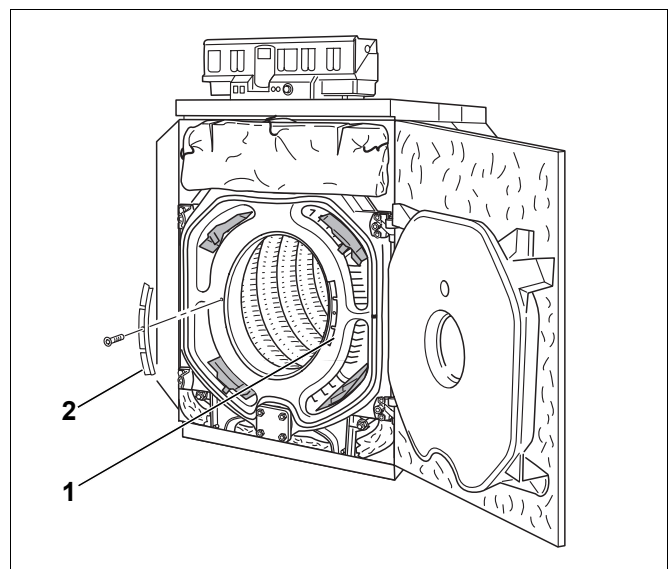
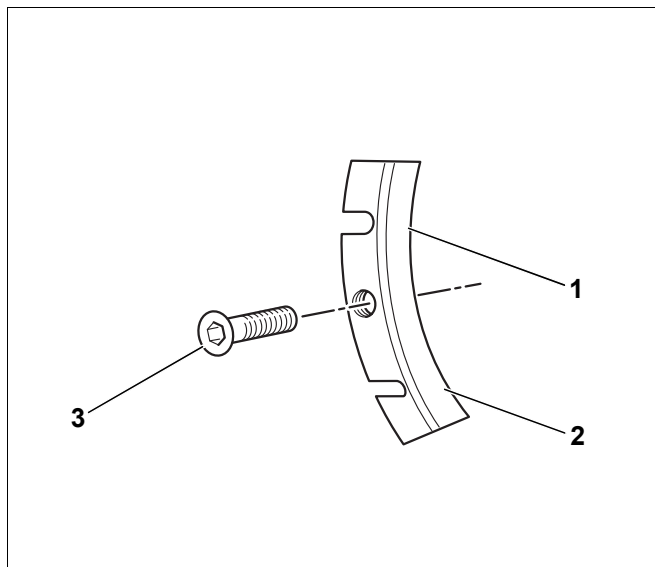

Bild 68 Position der Heizgassperrplatten
Bild 69 Heizgassperrplatte
- Jeweils die Innensechskantschraube in der Heizgassperrplatte lösen und die Heizgassperrplatten links und rechts entfernen (Bild 68, **Pos. 1** und **2**).
- ▶ Jeweils die Innensechskantschraube (Bild 69, **Pos. 3**) in der Heizgassperrplatte lösen und die Heizgassperrplatten links und rechts entnehmen (Bild 68, **Pos. 1 und 2**).
- ▶ Heizgassperrplatte so auf eine Unterlage legen, dass die Einkerbungen (Bild 69, **Pos. 1 und 2**) hohl liegen. Mit einem Hammer ein Segment der linken und rechten Heizgassperrplatte abschlagen.